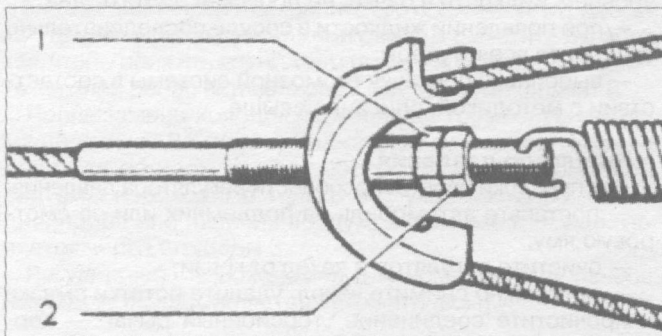

Рис. 74. Регулировка хода рычага стояночного тормоза:
- отпустите контргайку 2 (рис. 74) и, вращая регулировочную гайку 1, натяните трос;